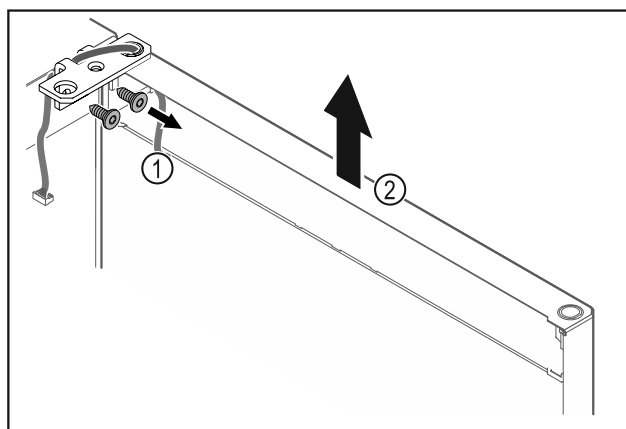

Fig. 21
- ▶ Skru hængselvinklen Fig. 21 (1) af.
- ▶ Løft døren og hængselvinklen Fig. 21 (2) ca. 200 mm lige op, og tag dem af.